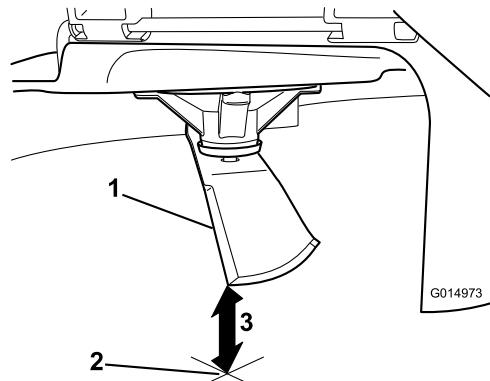

Figura 54
3. Misurate dalla punta della lama alla superficie piana (Figura 54).